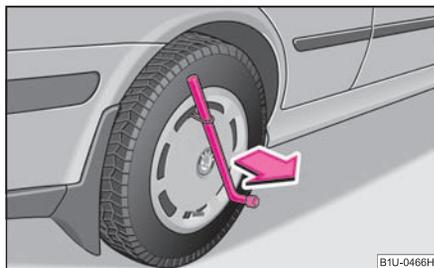

Fig. 166 Déposer les enjoliveurs pleins
- Poussez la clé de roue* à travers l'étrier, soutenez la clé de roue au niveau du pneu et enlevez le cache ⇒ fig. 166.